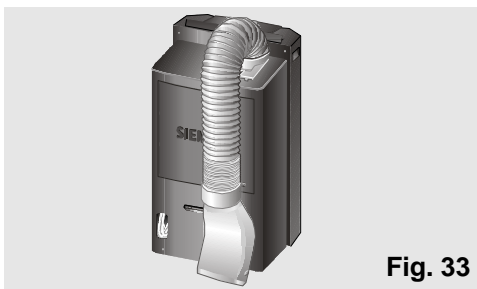

Fig. 33
- Hiervoor buigt u de buis naar de achterkant van het apparaat en maakt deze vast aan de diffusie haak, Fig. 33 en 34.